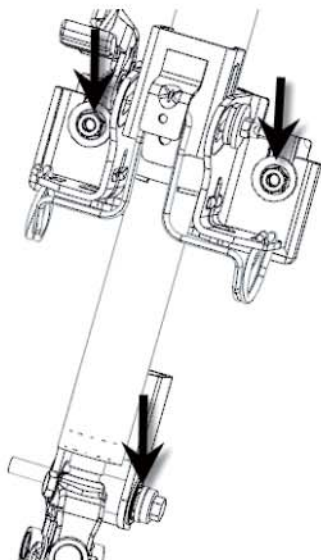

图 4-9 拆下机械转向管柱
①确认所有与管柱连接的线束均已脱开。
②松开管柱上安装点的螺母与下安装点的螺栓，如图 4-9 所示，取下转向管柱及万向节。